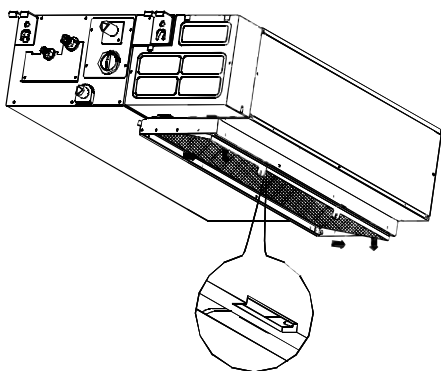

Рис. G2
2. В блоках с нижней вентиляцией слегка надавите на фильтр, чтобы фиксатор положения вышел из установочных отверстий фланца, и извлеките фильтр в направлении, указанном стрелками на рис. G2.